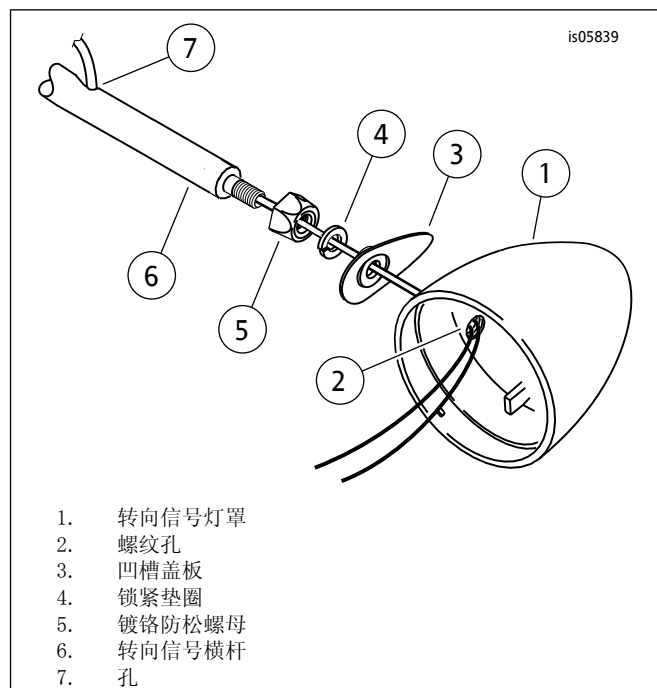

图5。转向信号横杆
- 参见图5。在转向信号横杆（6）每端安装一个镀铬防松螺母（5），使螺母的沉头孔端顶着横杆。